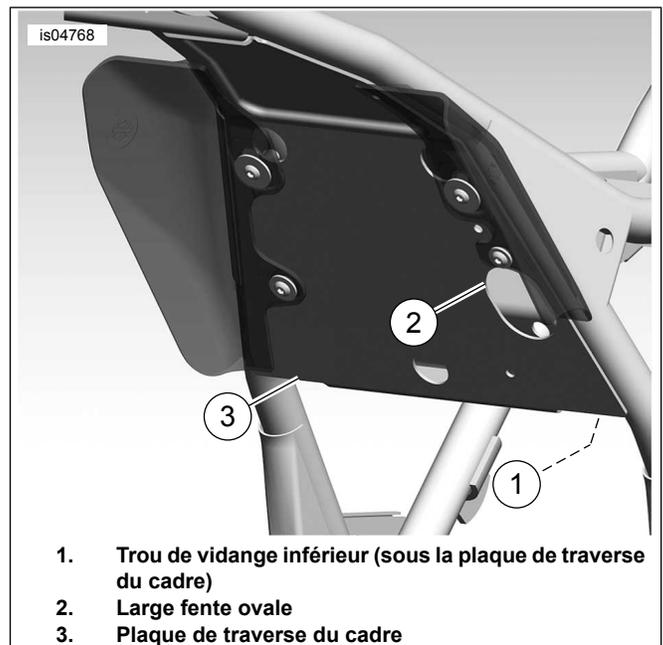

Figure 8. Faire passer le câble du dossier à travers le cadre (modèles 2008 présentés)
14. Voir Figure 8 . Acheminer le câble du dossier à travers la grande ouverture dans le support de poignée de réglage, puis à travers la large fente ovale (2) dans la plaque de traverse du cadre (3) et enfin vers le bas par le trou de vidange inférieur (1) situé au coin inférieur de la plaque de traverse du cadre, à l'endroit où la plaque de traverse rejoint l'arrière du cadre.